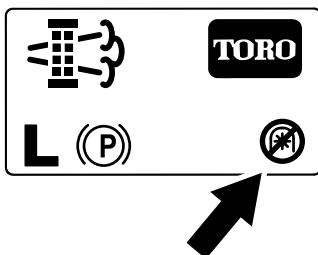

Figura 43
**Nota:** La pantalla de inicio muestra el icono de toma de fuerza desactivada (Figura 43).
**Nota:** La pantalla de inicio muestra el icono de toma de fuerza desactivada; consulte la Figura 43 en **Mensajes de regeneración con la máquina aparcada (página 41)**.